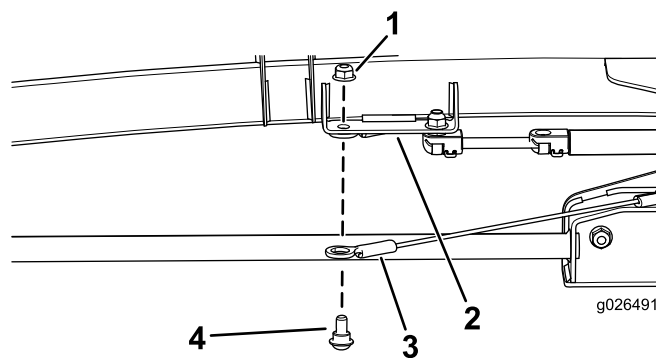

Рисунок 7
- Прикрепите другой конец стропа к отверстию кронштейна передней распорки рамы кабины с помощью болта с буртиком (5/16 x 1/2 дюйма) и контргайки (5/16 дюйма), как показано на Рисунок 7.